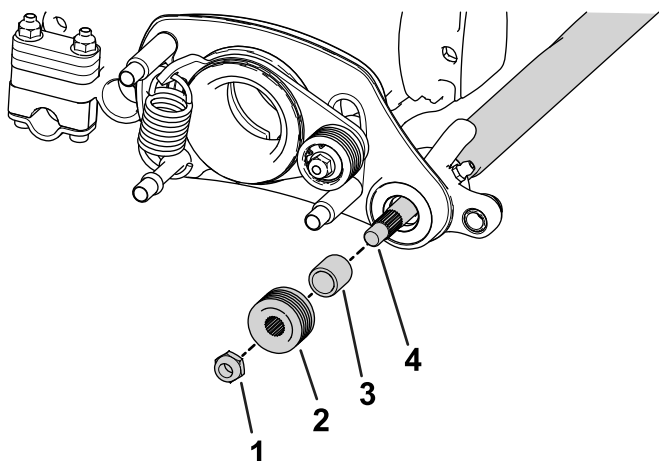

Рисунок 11
8. Нанесите тонкий слой консистентной смазки на ступицу ведомого шкива (Рисунок 11).
9. Наденьте ведомый шкив на вал механической щетки (Рисунок 11).
10. Прикрепите шкив к валу с помощью фланцевой контргайки (Рисунок 11) и затяните ее с моментом от 23 до 28 Н•м.